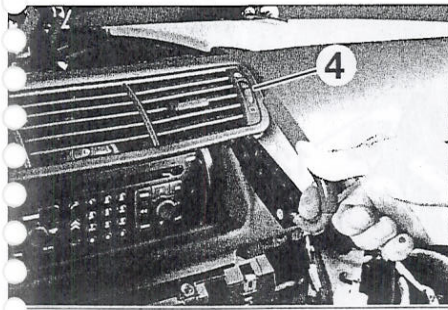

FIGURA 9-10
- Retirar la salida de ventilación central (4) (figura 9-10).